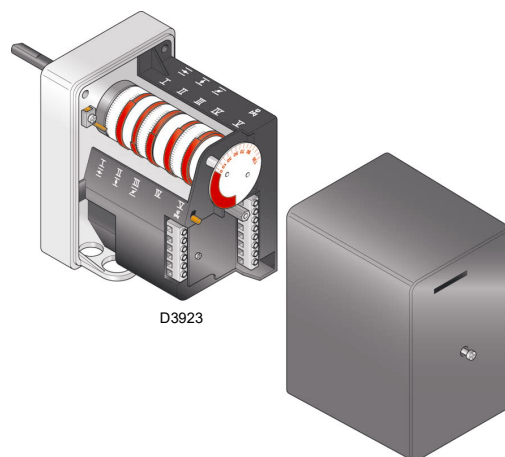

Abb. 29
Der Stellmotor (Abb. 29) steuert gleichzeitig die Luftklappe, und zwar über den Nocken mit variablem Profil, und die Gasdrossel. Der Stellmotor führt in 42 Sekunden eine 130°-Drehung aus.
- 5s: Das Programm des elektrischen Steuergerätes wird aufgerufen. Anfahren Stellmotor: dreht um 130° nach rechts, d.h. heißt bis zum Eingriff des Schaltstücks am Nocken I (Abb. 29 auf Seite 26).
- 75s: Der Stellmotor dreht nach links, bis zum am Nocken III (Abb. 29 auf Seite 26) eingestellten Winkel, für die Mindestleistung.
- 95s: Die Luftklappe und die Gasdrossel positionieren sich auf Mindestleistung (mit Nocken III, (Abb. 29 auf Seite 26) auf 65°).